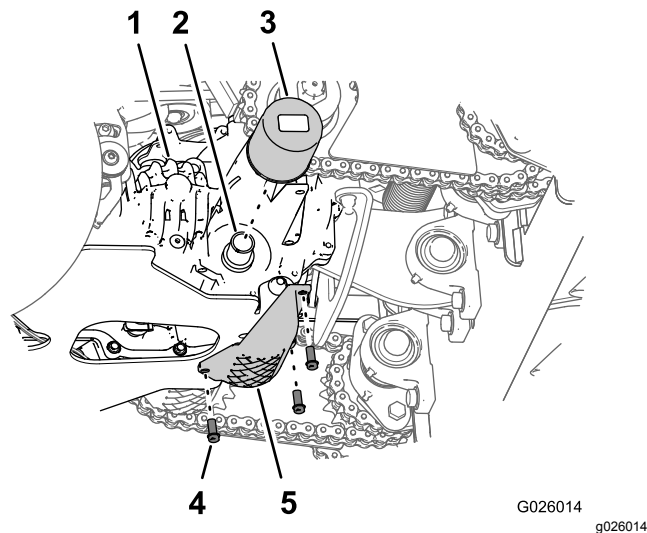

Figura 65
3. Retire los 3 pernos con arandela prensada ($\frac{1}{4}$ " x $\frac{3}{4}$ ") que sujetan el protector del filtro a la transmisión y retire el protector (Figura 65).
4. Limpie la zona alrededor del filtro de la transmisión (Figura 65).
6. Gire el filtro en sentido antihorario y retire el filtro (Figura 65).
8. Para instalar el filtro, gírelo en sentido horario en el adaptador del filtro hasta que la junta entre en contacto con el adaptador, luego apriete el filtro entre $\frac{3}{4}$ de vuelta y 1 vuelta más (Figura 65).
9. Instale el protector del filtro con los 3 pernos con arandela ($\frac{1}{4}$ " x $\frac{3}{4}$ ") que retiró en el paso 3 (Figura 65) y apriete los pernos a 1017–1243 N·cm (90–110 pulgadas-libra).